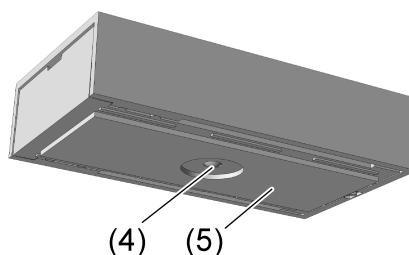

рисунок 7: Нижняя сторона корпуса с клейким ковриком
- Разместить клейкий коврик (5) на нижней стороне корпуса (рисунок 7). Для этого снять с одной стороны защитную пленку, наложить на нижнюю сторону корпуса датчика и плотно прижать. При этом нельзя заклеивать световод (4) для измерения яркости.